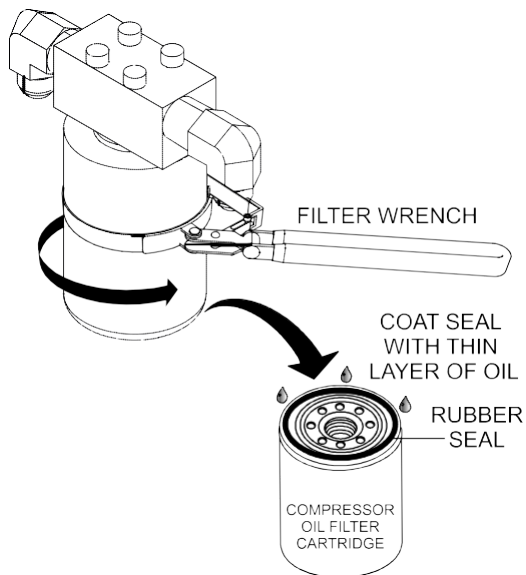

Рисунок 34. Масляный фильтр компрессора
1. С помощью ключа для фильтров поверните картридж масляного фильтра (Рисунок 34) против часовой стрелки, чтобы снять его.
3. Смажьте резиновое уплотнение нового масляного фильтра чистым компрессорным маслом (Рисунок 34).